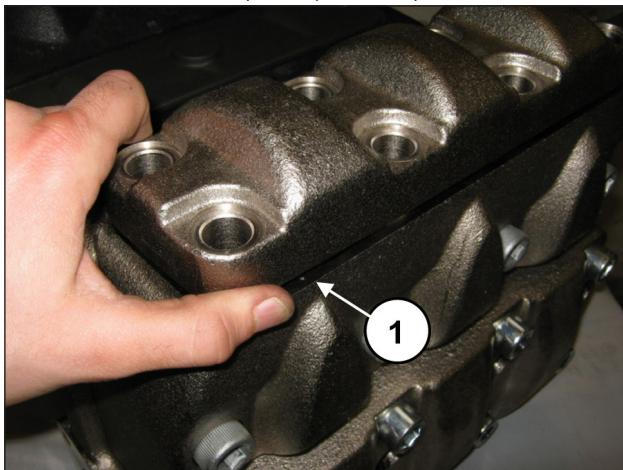
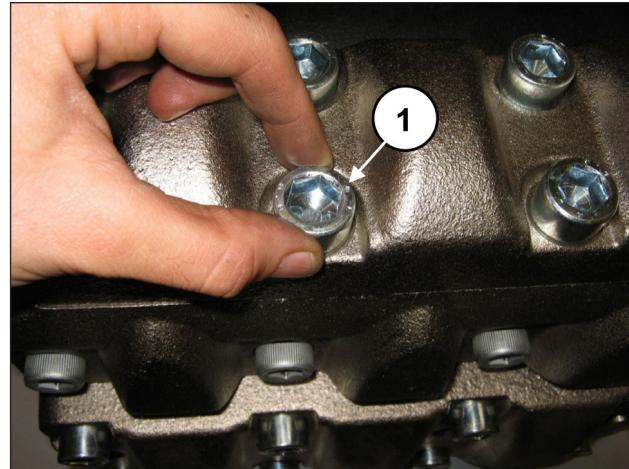

Abb. 161
Abb. 162
Bringen Sie nach Montage der Druckventilgruppen den Druckventildeckel an (Pos. ①, Abb. 161) und ziehen Sie die 8 Schrauben M16x45 fest (Pos. ①, Abb. 162).